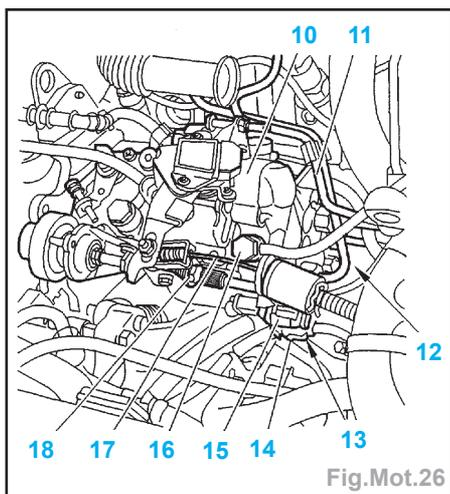

Fig.Mot.26
- Débrancher (Fig.Mot.26) :
- le connecteur (13),
- le connecteur (14),
- le connecteur (15).
- le raccord (16),
- le câble d'accélérateur (17),
- le câble du ralenti accéléré (18),